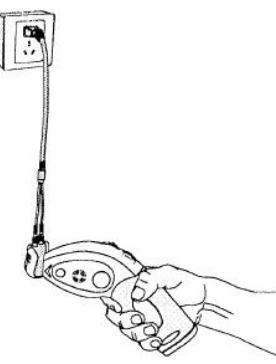

Fig.3
6. Coloque el receptor cerca del emisor (fig. 3). El receptor emitirá una señal sonora y su LED verde parpadeará.